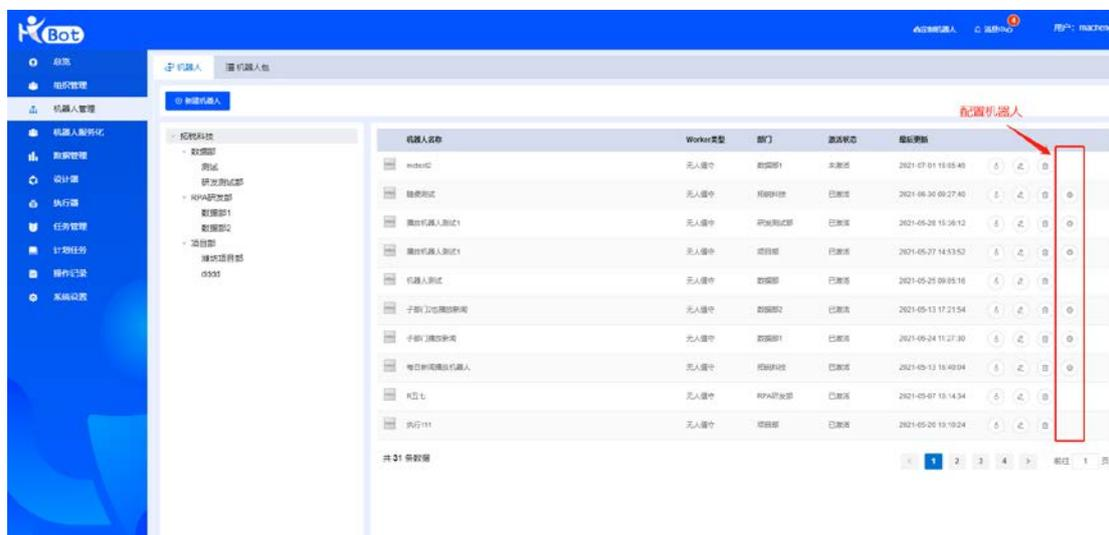

图 34
- 配置机器人：通过观察机器人列表页可以发现，有的机器人具备配置功能，而有的机器人却没有配置功能，如图 34。